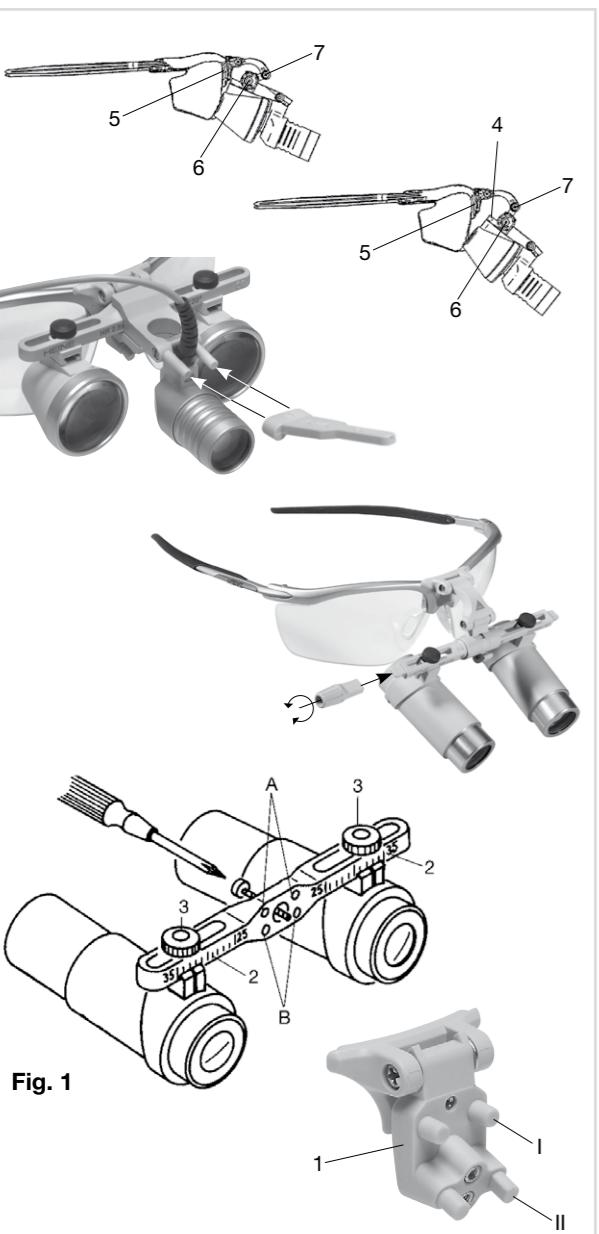

Fig. 1
- Stellen Sie vor dem Aufsetzen der Lupe Ihre Pupillendistanz (PD) oder einen mittleren Wert auf der Skala (2) (Fig.1) ein: Lösen Sie die Rändelschrauben (3) (Fig.1) und verschieben Sie beide Okulare symmetrisch.
- Sichern Sie die Okulare mit den Rändelschrauben (3) (Fig.1).